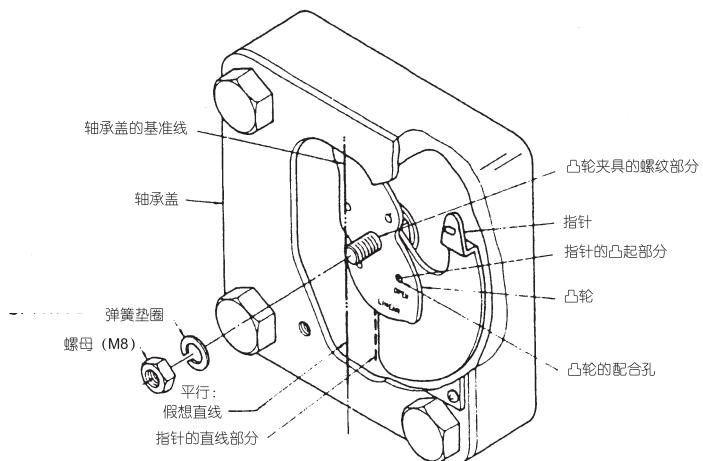

图 4-17 安装定位器和凸轮（正作用及线性的场合）
- (d) 使指针的直线部分与轴承盖上的假想直线（基准线）尽可能地平行地将指针与凸轮夹具的锯齿啮合。用弹簧垫圈和螺母（M8）将凸轮固定在此位置。（参照图 4-17。）